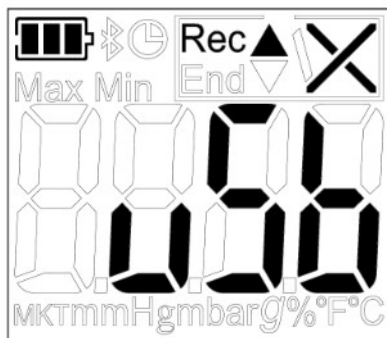

Рисунок 9: Подключение USB
- На экране логгера отобразиться: **uSb** (рисунок 9)
- На экране логгера отобразится: **uSb** (рисунок 9).